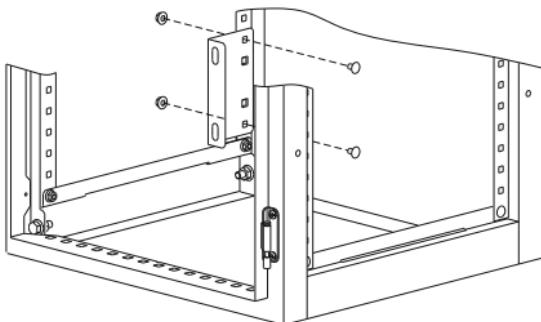

Рисунок 21
15.1 Приложите кронштейн шин с внутренней стороны боковой поверхности задней стойки корпуса. Вставьте по очереди в квадратные отверстия два болта M6×10 и закрепите гайками M6 (рисунок 21). Момент затяжки 5 Н·м.